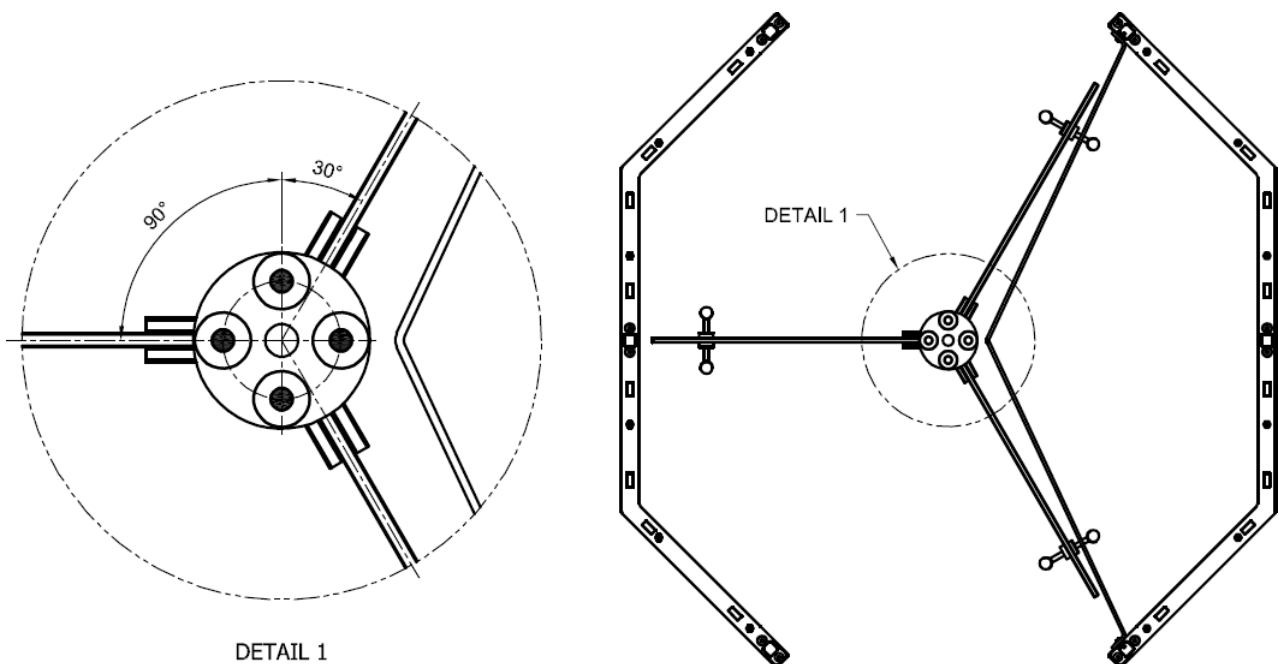

Abbildung 18: Ausrichtung des Rotors
- 8.5.4. Stellen Sie sicher, dass der Rotor korrekt mit der oberen Scheibe in der richtigen Ausrichtung ausgerichtet ist. Siehe **Abbildung 18: Rotorausrichtung**.